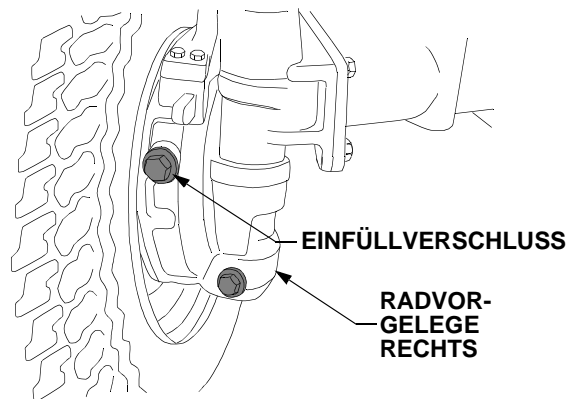

Abbildung 47
- Die Einfüllstutzen befinden sich etwas über der Radnabe an der Vorderseite des *rechten* und *linken* Radvorgeleges. Siehe Abbildung 47.